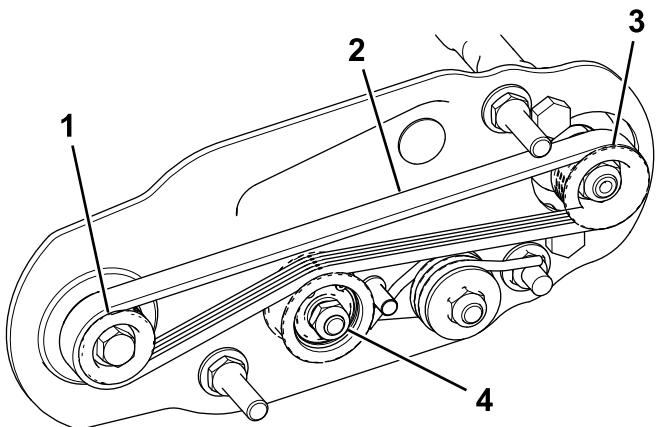

Рисунок 24
- A. Обведите ремень вокруг ведущего шкива, а затем проложите по верхней части натяжного шкива (Рисунок 24).
- Б. Начните надевать ремень на ведомый шкив (Рисунок 24).